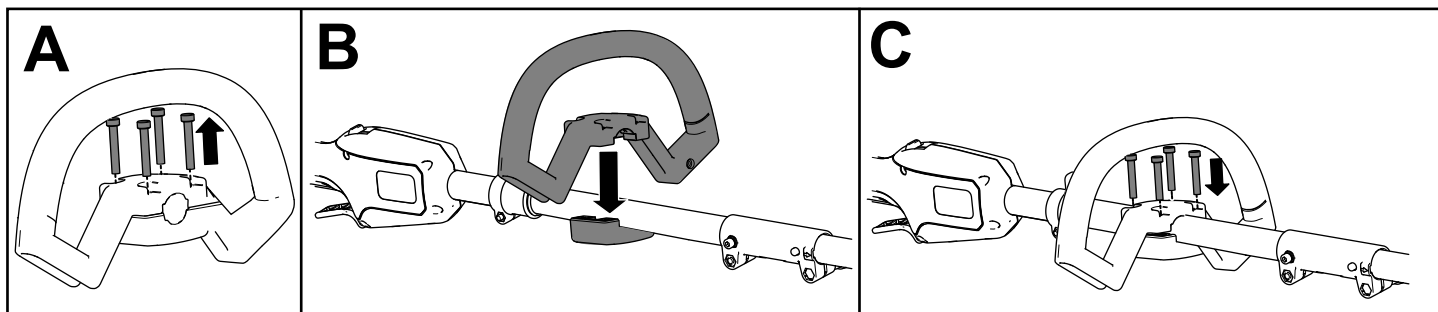

Figure 3
1. Séparez la poignée auxiliaire du support en retirant les 4 vis à tête creuse à l'aide de la clé Allen fournie (A de la Figure 3).
2. Placez la poignée auxiliaire au-dessus de son support sur le manche de la débroussailleuse (B de la Figure 3).
3. Fixez la poignée auxiliaire à son support à l'aide des 4 vis à tête creuse retirées précédemment (C de la Figure 3).